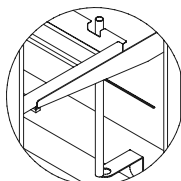
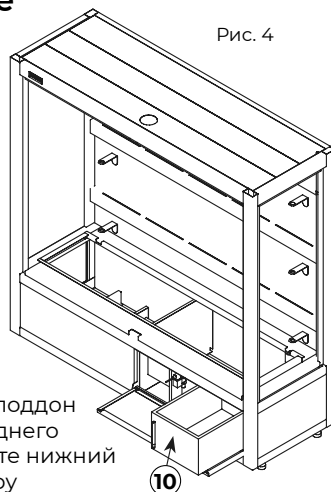
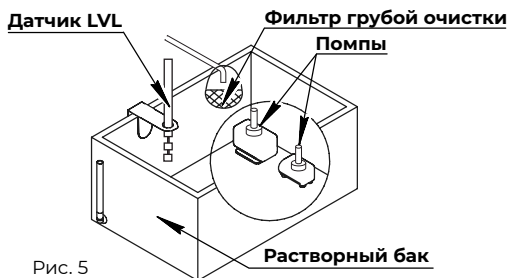

Рис. 2
Рис. 4
Рис. 5
Установите трубку обратного слива среднего поддона ⑤ – положение 1 (Рис. 2).
Установите трубку обратного слива верхнего поддона ⑪7 в положение 1 (Рис. 2)..
Установите трубку подачи раствора ③ в положение 1 (Рис. 2).
Установите трубку подачи раствора ③ в положение 1 (Рис. 2) и снимите верхний поддон. Установите трубку обратного слива верхнего поддона ①⑦ в положение 1 (Рис. 2). Снимите средний поддон и установите трубку обратного слива среднего поддона ⑤ в положение 1 (Рис. 2). Снимите нижний поддон, открыв доступ к баку ①⑩ и фильтру ProActiv ①⑤. Снимите датчик LVL ⑧ (Рис. 5). Отключите помпы подачи раствора (Рис. 5). Достаньте бак ①⑩ (Рис. 4).